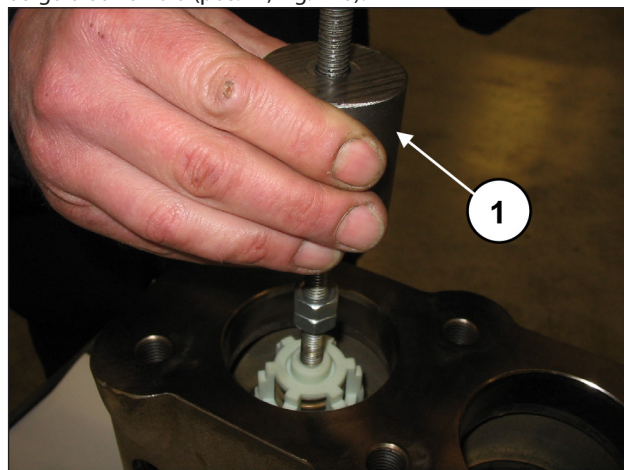

Fig. 110
Extraia o grupo da válvula de fluxo, mediante o uso de um extrator de mecanismo de percussão, para aplicar no furo M10 da guia da válvula (pos. ①, Fig. 110).